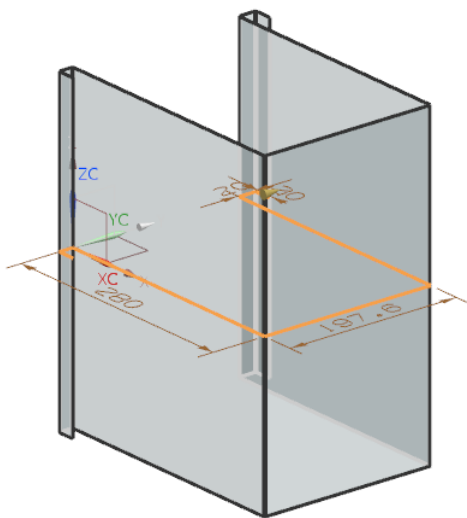

图 11-194 预览所创建的轮廓弯边特征
(5) 返回到“轮廓弯边”对话框，视图区预览所创建的轮廓弯边特征，如图 11-194 所示。